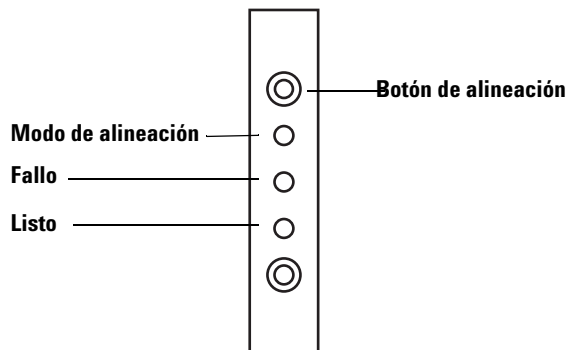

Figura 77 Alineación del inyector
- 4 Utilice un objeto largo y estrecho para presionar el botón de alineación, de difícil acceso, situado sobre los indicadores luminosos. Evite el contacto con todo lo que haya detrás o alrededor del botón y en el interior en el orificio (Figura 77).